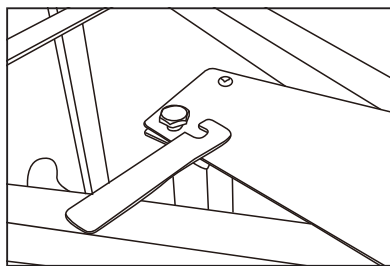

рис.3
- При помощи болтов M5x12мм и M5x12мм, шайб 5x0.8 и гаек M6xP1.0 прикрепите поперечную стяжку каркаса рабочего стола к вертикальным опорам станины верстака (см. рис.3)